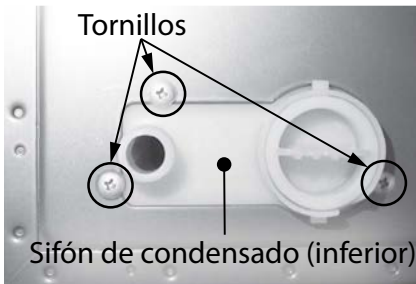

Figura 241 - Ubicación de los tornillos del sifón de condensado.
21 Ubique los tres (3) tornillos en la esquina posterior izquierda del gabinete que fijan el sifón de condensado. Consulte la Figura 241. Use un destornillador Phillips para retirar los tornillos. Deje los tornillos a un lado en un lugar seguro para volver a instalarlos.